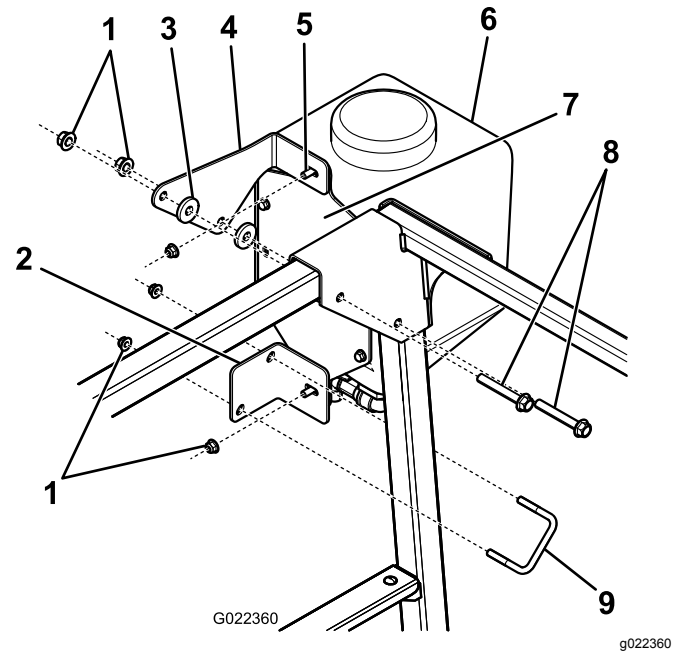

Рисунок 25
1. Установите верхнее и нижнее крепления на бак пресной воды с помощью 2 болтов с фланцем и фланцевых гаек (Рисунок 25).
2. Прикрепите верхнее крепление бака пресной воды к конструкции ROPS с помощью 2 шайб, 2 болтов и имеющихся гаек (Рисунок 25).
3. Прикрепите нижнее крепление бака пресной воды к конструкции ROPS с помощью U-образного болта и двух фланцевых гаек (Рисунок 25).